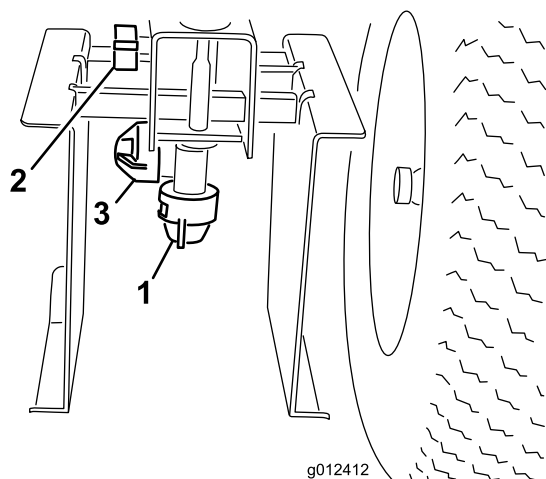

Figure 24
4. Desserrez la vis qui fixe le tube de la buse à la rampe de pulvérisation (Figure 24).